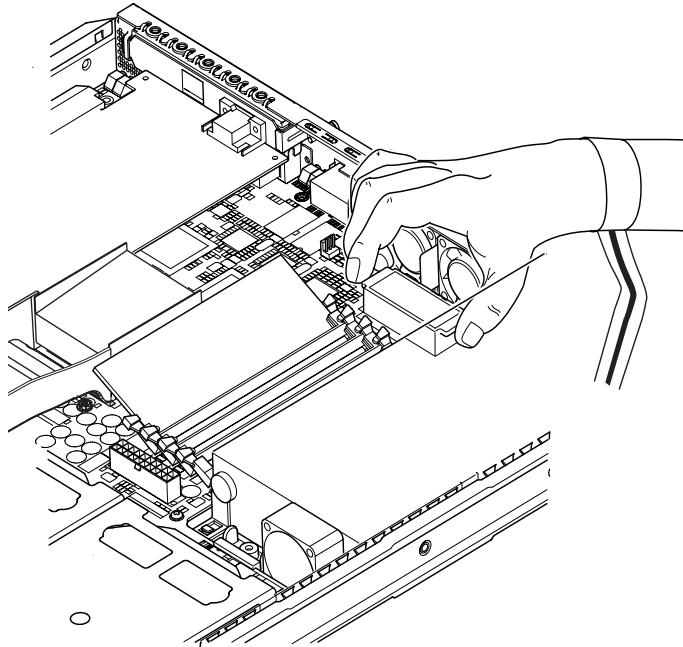

FIGURA 11-5 Reemplazo del chip NVRAM
3. Con cuidado, sujete el portachip del chip NVRAM por los extremos con los dedos pulgar e índice, y tire de él hasta sacarlo del conector (consulte la FIGURA 11-5).